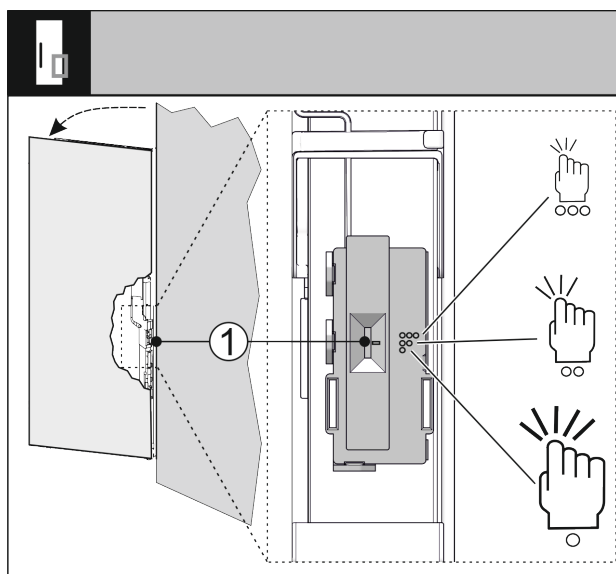

Fig. 70
Si può regolare la sensibilità del sensore di battito in testa mediante un interruttore Fig. 70 (1). L'interruttore è, lato cerniera, sulla terza sezione inferiore della porta.
- Spostare l'interruttore Fig. 70 (1) nella posizione dell'interruttore desiderata.